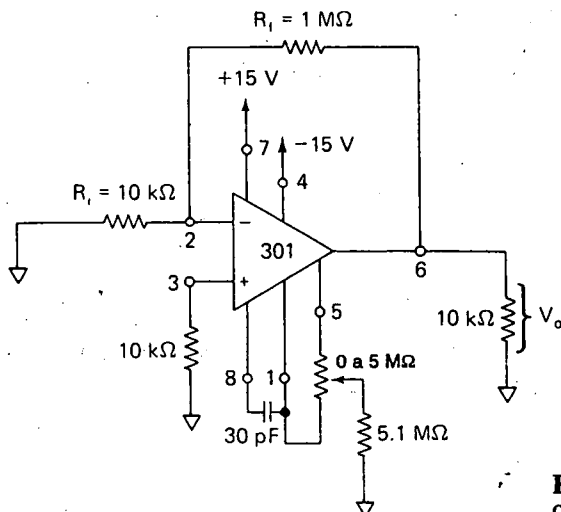

FIGURA 9-9 Circuito para el ejemplo 9-6.
Un amplificador operacional 301 del circuito de la figura 9-9 tiene las siguientes especificaciones de deriva: conforme la temperatura cambia de 25 a 75°C , I_{os} tiene una variación *máxima* de $0.3 \text{ nA}/^\circ\text{C}$ y V_{io} varía como *máximo* a $30 \mu\text{V}/^\circ\text{C}$.
- 9-13. En la figura 9-9 V_{io} cambia por ± 1 mV cuando la temperatura cambia 50°C . ¿Cuál es el cambio en V_o debido al cambio en V_{io} ?
- 9-14. I_{os} cambia ± 20 nA en la figura 9-9 por un cambio de temperatura de 50°C . ¿Cuál es el cambio resultante en V_o ?